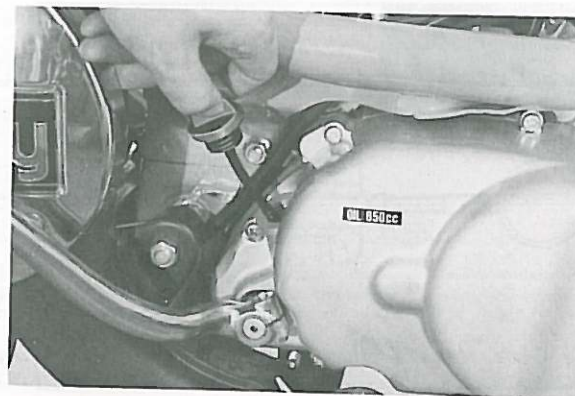

Fig. 2-3-12
a. To check level, start the engine and let it run for several minutes to warm and distribute oil. Set it on the case threads in a level position. Remove the level gauge and check level. (Fig. 2-3-12)
a. Pour vérifier le niveau, mettre le moteur en marche, et le laisser tourner quelques minutes pour réchauffer et répartir l'huile. Ensuite, dévisser le bouchon, insérer la jauge, et la poser bien d'équerre sur le trou fileté. Retirer la jauge, et vérifier le niveau. (Fig. 2-3-12)
a. Vor dem Überprüfen des Ölstandes, den Motor anwerfen und einige Minuten laufen lassen, um das Öl zu erwärmen und zu verteilen. Verschlußdeckel abschrauben und Ölmeßstab einführen; dabei den Ölmeßstab auf das Gehäusegewinde aufsetzen und auf richtige Stellung achten. Ölmeßstab wieder herausnehmen und Ölstand prüfen. (Fig. 2-3-12)